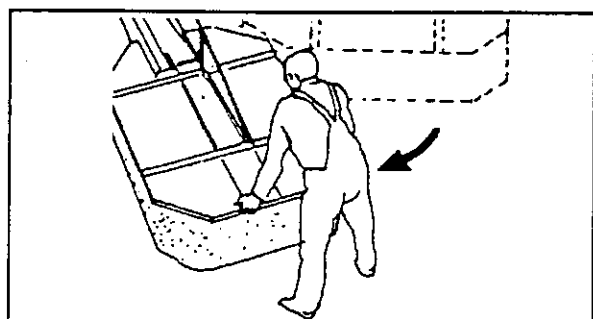

Fig. 4-31
6. Afferrare esternamente la mietitrice e riportarla alla posizione di partenza (Fig. 4-31) fino a quando....